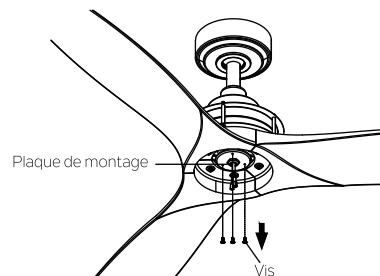

Fig. 18
**Étape 1.** Retirez les trois vis de montage préinstallées sur la plaque de montage et conservez-les pour plus tard. (Fig. 18)